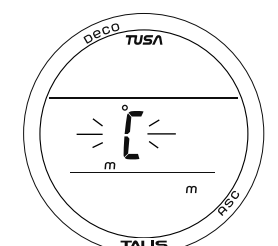

Abb. 38 - MASSEINHEITEN EINSTELLEN
**MASSEINHEITEN EINSTELLEN**, Informationen beinhalten (Abb. 38):